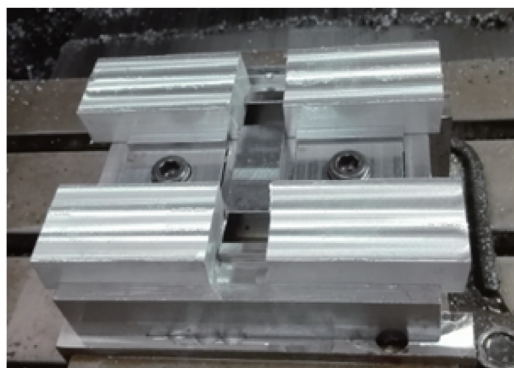

图 14 面铣加工完成
(3) 反面面铣。先加工反面，原因在于反面只有一个凸台，高度为 2.5mm，其他地方平面特征范围大，翻转加工时作为底面装夹接触面积大，夹紧力稍大也不会变形。反面面铣时，设置毛坯顶面为 Z0.5mm，分粗精加工，保证光洁度，加工结果如图 14 所示。